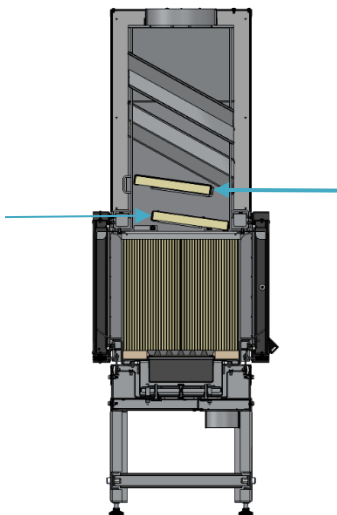

Figura 18
o) Verificar se as placas defletoras se encontram na posição correta conforme figura seguinte, Figura 18. **Atenção:** as placas podem ter-se deslocado durante o transporte.